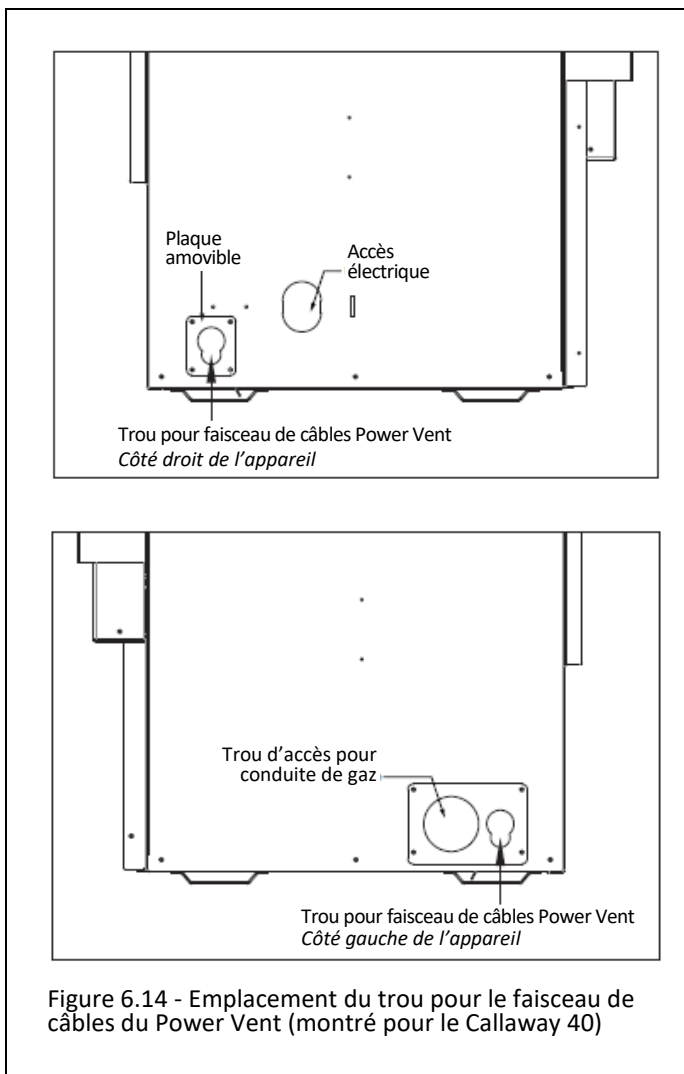

Figure 6.14 - Emplacement du trou pour le faisceau de câbles du Power Vent (montré pour le Callaway 40)
3. Ensuite, on connecte l'autre extrémité du faisceau de câbles au foyer. Repérez le trou d'accès du faisceau de câbles Power Vent (votre foyer peut avoir un trou d'un côté ou de l'autre). Planifiez en conséquence lors de la commande de votre faisceau de câbles du kit KPV (Power Vent). Les trous d'accès du faisceau de câbles Power Vent sont situés sur une plaque amovible. Retirez les vis retenant la plaque au boîtier externe pour faciliter l'accès. Réinstallez cette plaque après l'installation. Voir Figure 6.14.